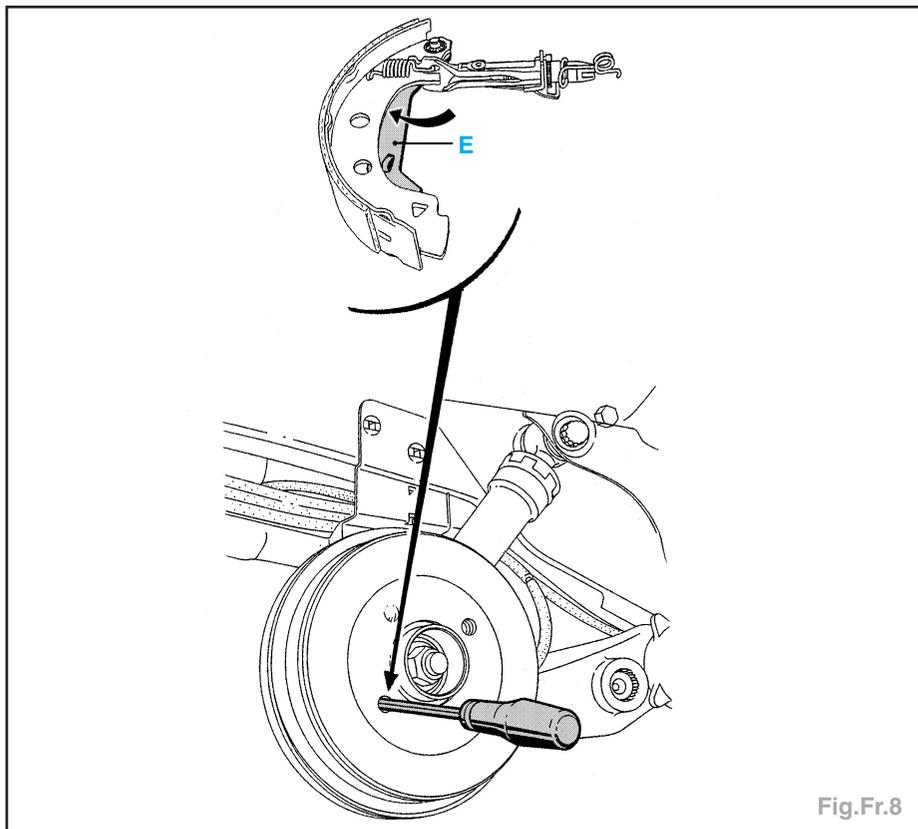

Fig.Fr.8
- Afin de faciliter la dépose du tambour, passer un tournevis à travers un des trous de fixation de roue afin de reculer le levier de frein de stationnement et donc de dégager l'ergot (E) du segment tendu (Fig.Fr.8).